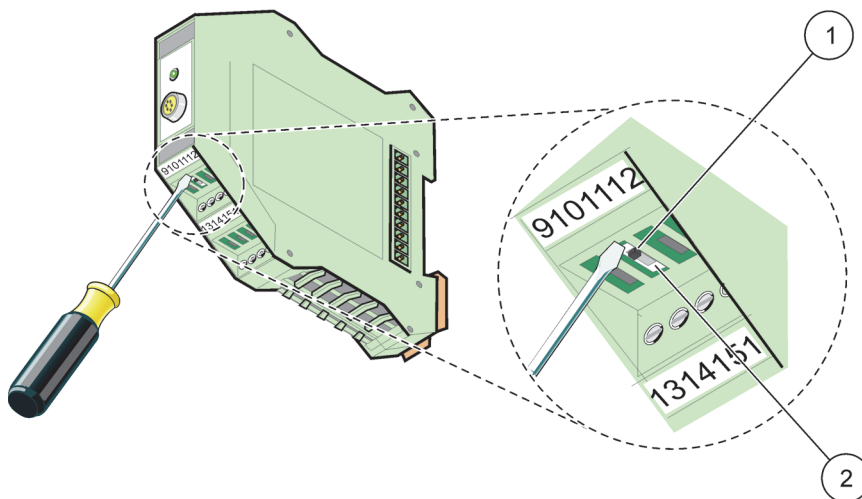

Рисунок 76 Переключение сетевого окончания
1. Деактивируйте переключатель (сетевое окончание) на модуле (Рисунок 76).